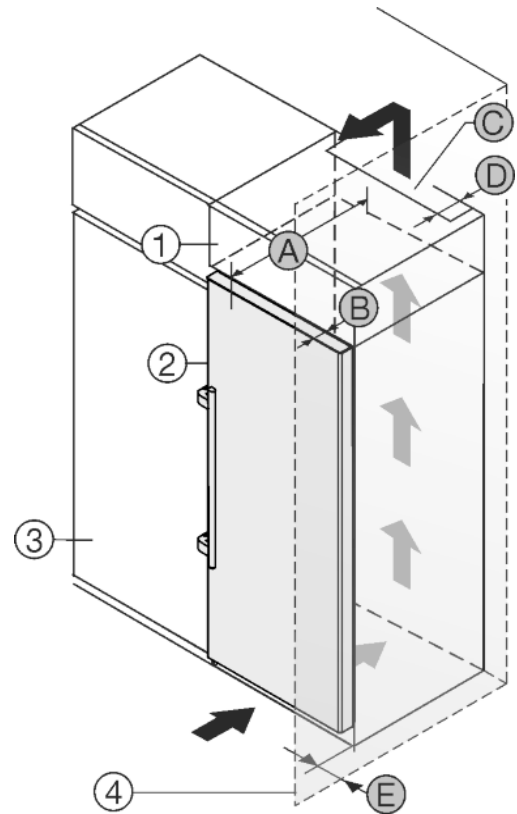

Fig. 21
Устройство может быть окружено кухонными шкафами. Чтобы уравнять устройство Fig. 21 (2) по высоте с кухонной стенкой, можно установить над устройством дополнительный шкафчик Fig. 21 (1).
Установить устройство можно непосредственно рядом с кухонным шкафом Fig. 21 (3). Чтобы можно было полностью открыть двери, устройство должно выступать на глубину Fig. 21 (B) относительно передней стенки кухонного шкафа. В зависимости от глубины кухонных шкафов и использования пристенных распорок устройство может выступать и больше.
- На задней стенке дополнительного шкафчика должен быть вентиляционный канал с глубиной Fig. 21 (D) по всей ширине этого шкафа.
- Нужно соблюдать вентиляционное отверстие Fig. 21 (C) под нижней панелью.
Если устройство установлено на шарнирах у стены Fig. 21 (4), то нужно соблюдать расстояние Fig. 21 (E) между устройством и стеной. Настольно выступает ручка при открытой дверце.